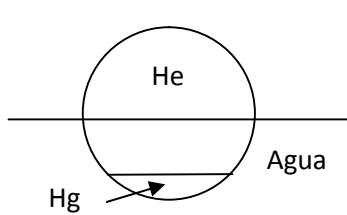

Figura 7
- 11) Un globo se llena con **100 cm³** de mercurio ($\rho_{\text{Hg}} = 1,36 \times 10^4 \text{ kg/m}^3$) y a continuación se llena con He ($\rho_{\text{He}} = 0,178 \text{ kg/m}^3$) hasta que la mitad del globo sobresale del agua, como se ve en la figura 7. Si se desprecia el peso del material con que está hecho el globo: